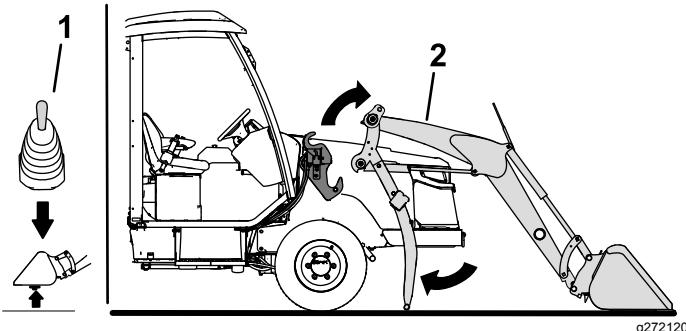

## Bild 45
3. Drücken Sie auf die Sperrriegel an jeder Hubarmverriegelung und heben Sie die Verriegelung an, um die Hubarmen von der Maschine zu entriegeln (Bild 45).